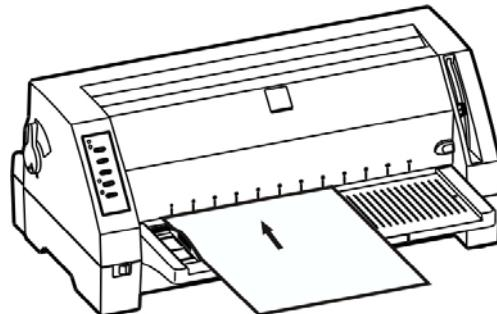

图 3-5 安装单页纸
6. 如图 3-5 所示, 将打印纸 (打印面朝上) 紧贴导纸器边沿, 平稳地推入打印机, 直到遇到阻力为止。